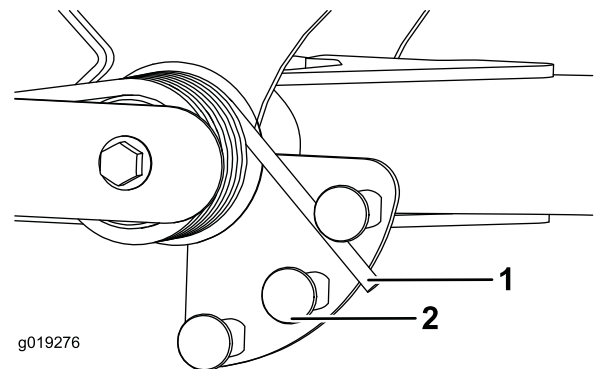

Figura 66
2. Inserite un tubo o un oggetto simile sull'estremità della molla lunga e giratelo attorno all'attuatore della molla nella posizione desiderata (Figura 66).